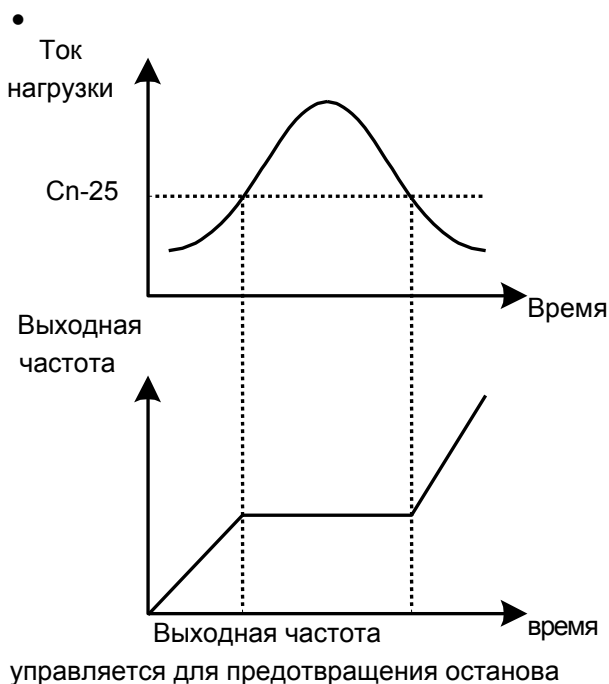

Рис. 22. Функция предотвращения останова при ускорении
- Предотвращение остановки во время ускорения См. рисунок 22. При превышении параметра $Cn-25$ ускорение останавливается. При снижении тока ускорение возобновляется.